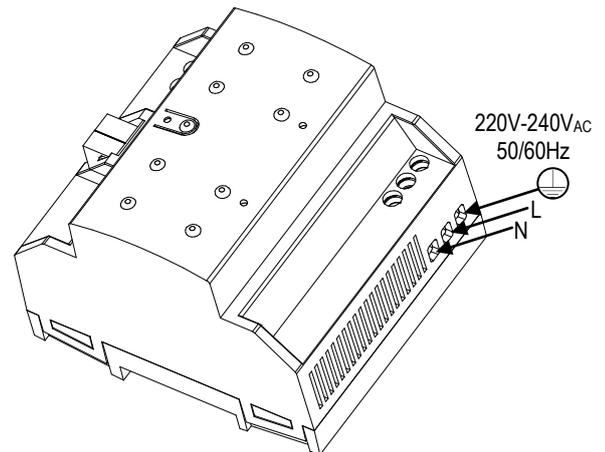

Abb. 2: ZPS320MPA230 Installation und Anschluß
- Die Netzleitung wird an die Klemmen L, N und SL angeschlossen, wie auf Abb. 2 dargestellt.